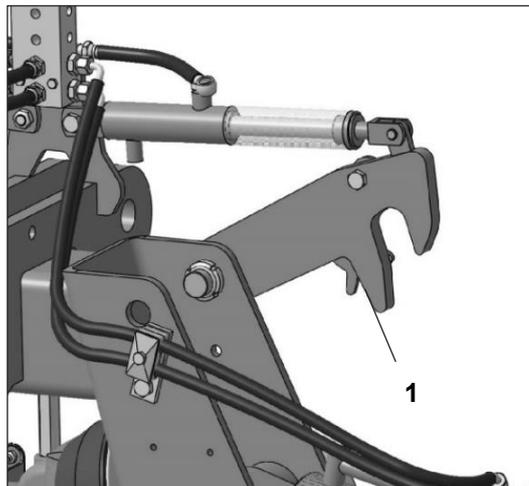

図 22
- トラクターから降り、固定用クリップを、ピン(図 22 の 1)から完全に外れるまで、回してください。